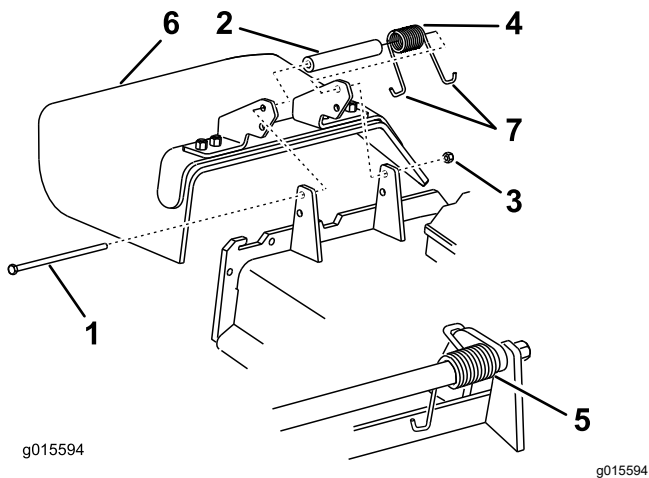

Figura 85
1. Togliete il dado di bloccaggio, il bullone, la molla e il distanziale che fissano il deflettore alle staffe orientabili del tosaerba (Figura 85).
2. Togliete il deflettore di sfalcio se è danneggiato o consumato (Figura 85).
**Nota:** Verificate che un'estremità a gancio J della molla si trovi dietro il bordo del piatto di taglio prima di montare il bullone, come illustrato nella Figura 85.
6. Infilate l'estremità a gancio J della molla attorno al deflettore dello sfalcio (Figura 85).